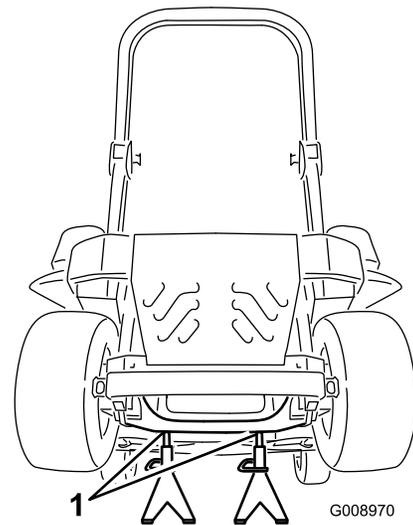

Figura 101
3. Levante la máquina y apóyela sobre gatos fijos (Figura 101).
9. Retire los gatos fijos y baje la máquina (Figura 101).